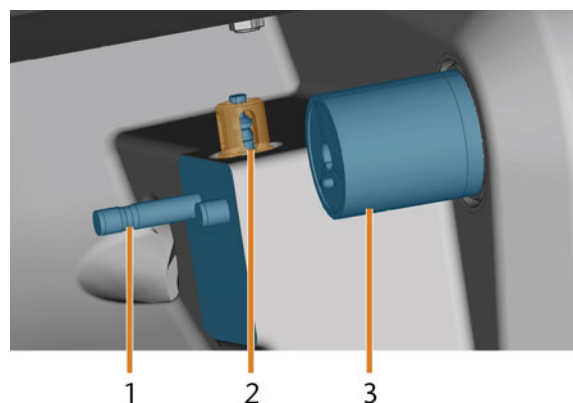

FIG. 66 – SOPORTE DE ALMACENES DE HERRAMIENTAS, PALPADOR DE MEDICIÓN, PORTABLOQUES (DE COLOR AZUL)
4. Limpie el palpador de medición con el cepillo húmedo (↗ Fig. 66 – abajo).